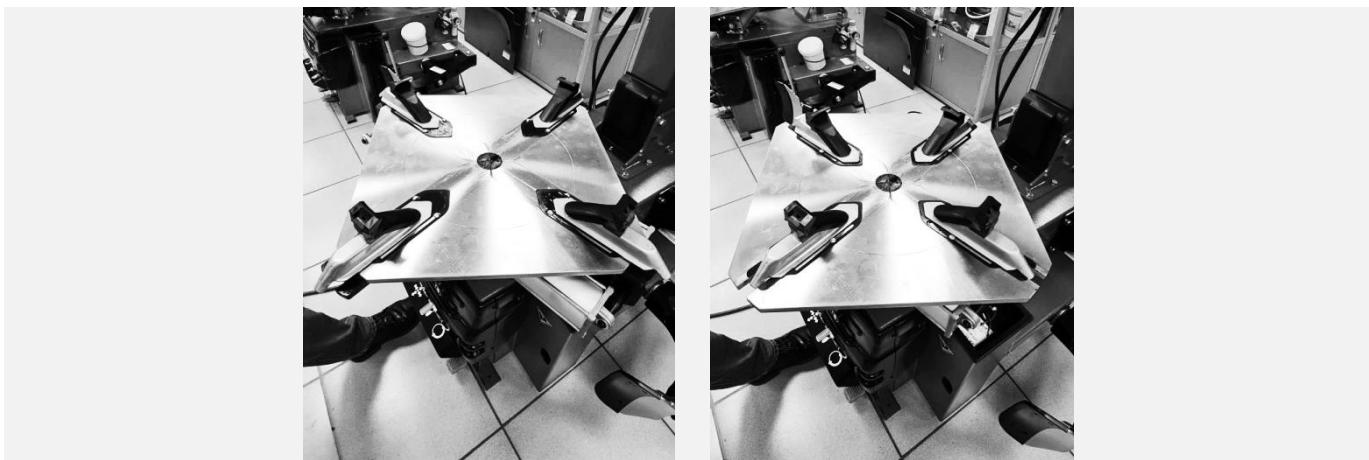

Рисунок 42
- Плавно нажать педаль управления зажимными кулачками до среднего положения, сведя зажимные кулачки таким образом, чтобы насечка на поворотном столе примерно соответствовала диаметру колеса, промаркированному на ползунке кулачка (см. Рисунок 42).